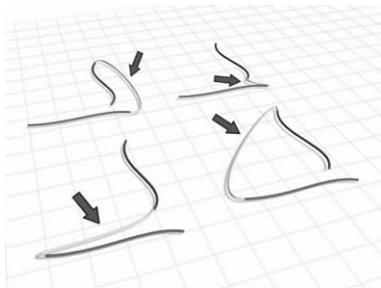

图 5-63 创建混合曲线▲
- (创建混合曲线): 将一条曲线的一端与其他曲线的一端连接起来,从而混合父曲线的曲率,以在曲线之间创建平滑的曲线。可以将相同类型的曲线、点曲线与 CV 曲线相混合,也可以将从属曲线与独立曲线混合起来,如图 5-63 所示。